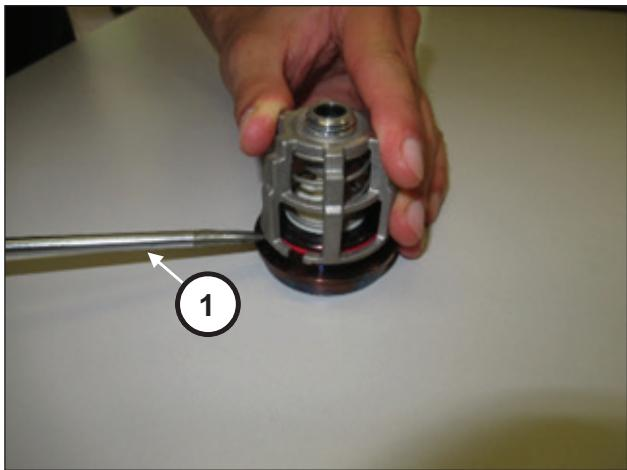

图 106
使用简单的工具(位置①, 图 106)撬动吸入阀组和排出阀组来拆卸它们。